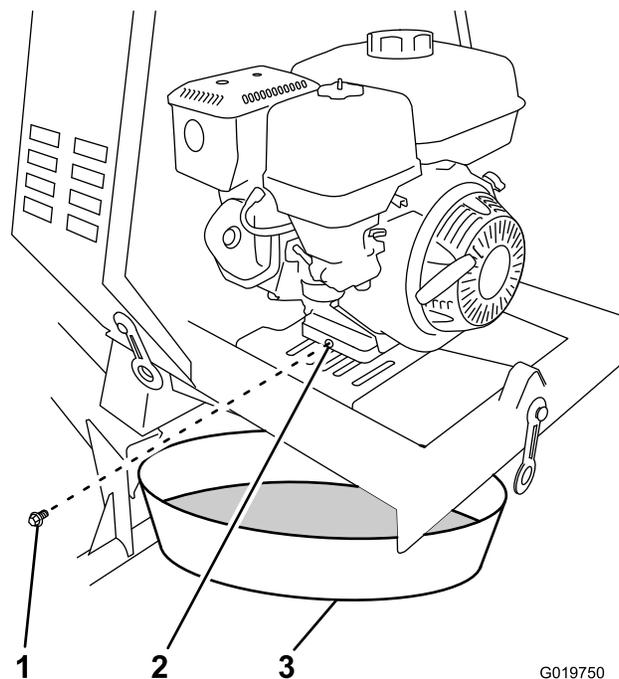

Figura 52
3. Coloque un recipiente debajo del orificio de vaciado de aceite del motor (Figura 52).
4. Retire el tapón de vaciado y deje fluir el aceite al recipiente (Figura 52).
5. Cuando se haya drenado completamente el aceite, coloque el tapón de vaciado con una arandela nueva (Figura 52).